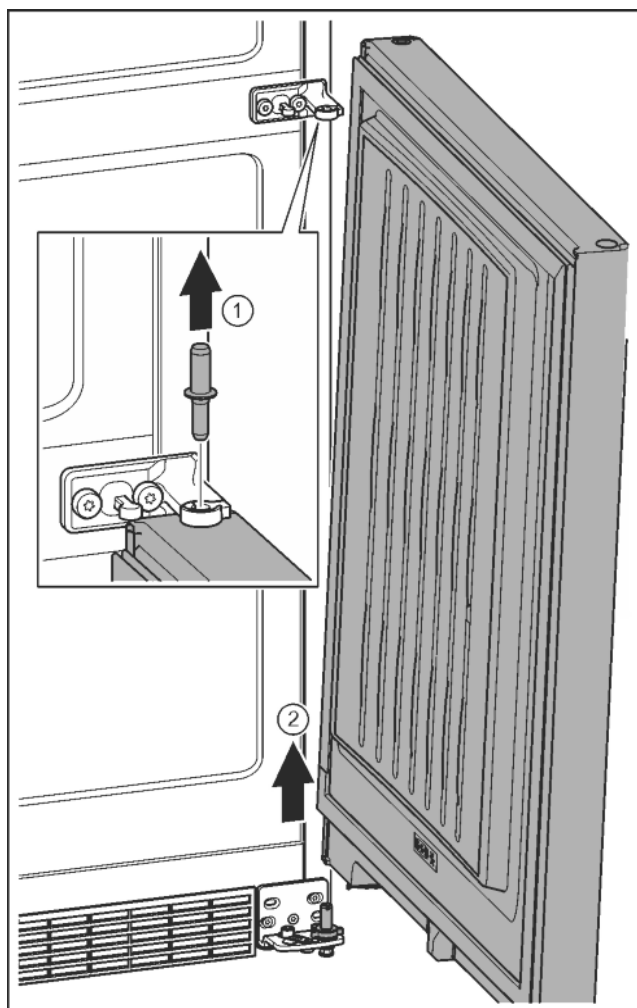

Fig. 11
- Bouten vanaf de bovenkant eruit trekken. *Fig. 11 (1)*
- Deur naar buiten draaien, naar boven trekken en aan de zijkant stellen. *Fig. 11 (2)*